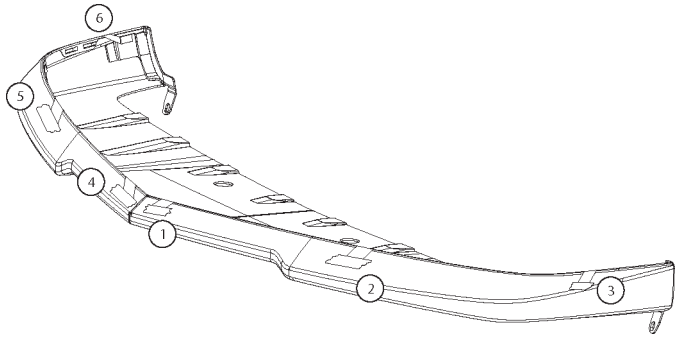

FIGURE 30
- Fixer les languettes du ruban sur la partie extérieure de la pièce à l'aide de ruban-cache. Se reporter à la Figure 30.